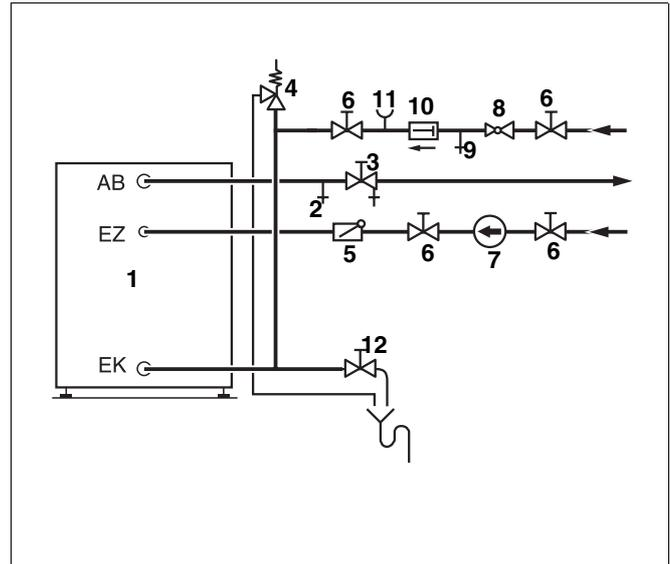

Abb. 6 Installation (Prinzipabbildung)
Installation und Ausrüstung der Wasserleitungen (Abb. 6) unter Berücksichtigung gültiger gesetzlicher Vorschriften oder Verordnungen.
- Be- und Entlüftungsventil (Abb. 6, **Pos. 2**) in der Warmwasserleitung vor Absperrventil (Abb. 6, **Pos. 3**) einbauen.
- Am Sicherheitsventil (Abb. 6, **Pos. 4**) ein Hinweisschild mit folgender Aufschrift anbringen: „Ausblaseleitung nicht verschließen. Während der Beheizung kann aus Sicherheitsgründen Wasser austreten.“